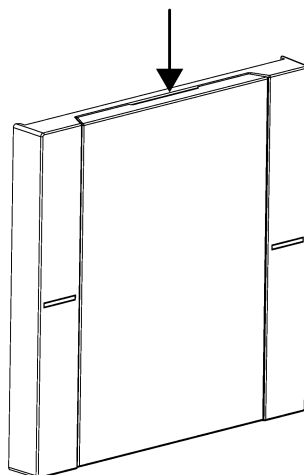

Imagen 9: Tocar la muesca de la tapa del portaetiquetas
- Tocar la muesca de la tapa del portaetiquetas con un dedo (Imagen 9).